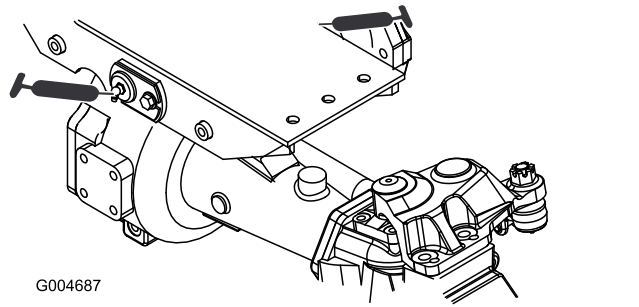

Figura 61
- Casquillos de los pivotes de los ejes delantero y trasero (2) (Figura 61).